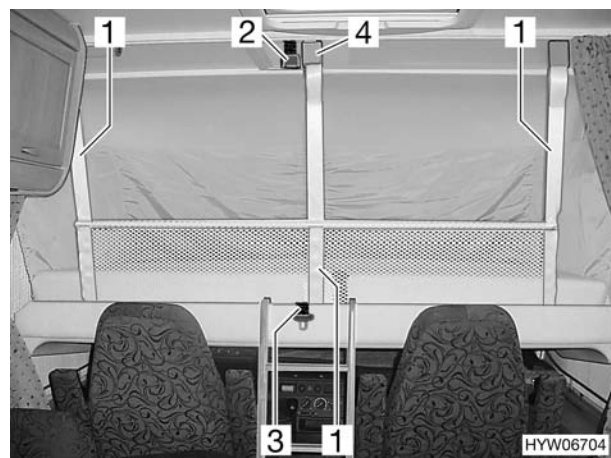

Fig. 80 Letto basculante con rete protettiva montata
- Staccare la cintura di ritegno (Fig. 80,3).
- Agganciare le cinture di ritegno (Fig. 80,1) ai ganci del soffitto (Fig. 80,4).
- Staccare le cinture di ritegno (Fig. 80,1) e sistemarle sotto il materasso.
- Assicurarle il letto basculante al soffitto (Fig. 80,2) mediante la cintura di ritegno (Fig. 80,3).